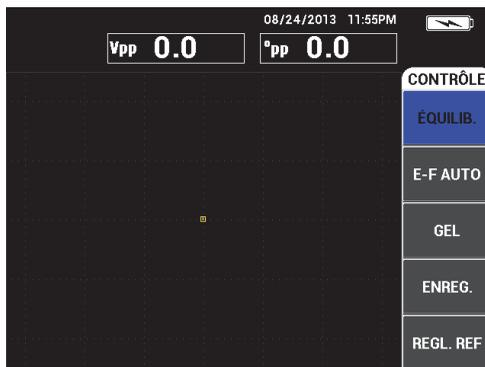

Figure 4-9 Commandes affichées du côté droit de l'appareil
3. Tournez la molette de réglage pour choisir **ON**, et puis appuyez sur la touche de menu MAIN FILTER (✂) pour afficher les commandes du côté droit de l'appareil (voir la Figure 4-9 à la page 93).